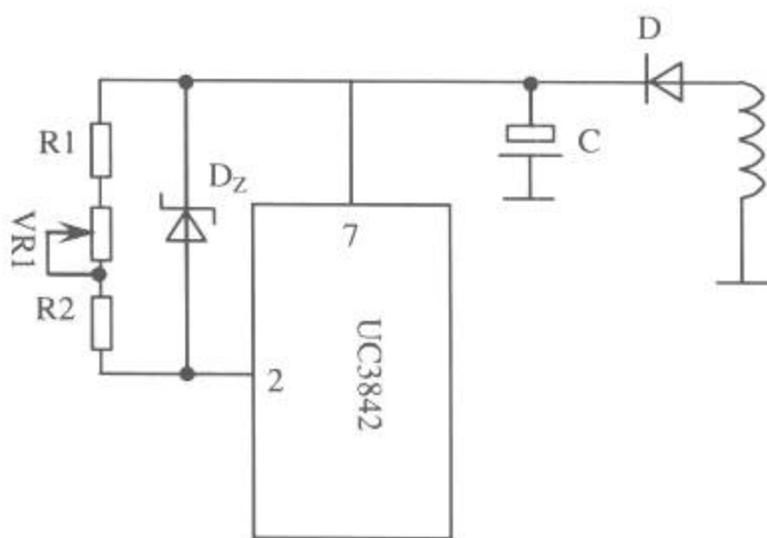

图 4-16 限压型保护电路原理图
① 限压型保护电路。限压型保护电路多采用间接取样，也就是利用反馈绕组的感应电压。限压型保护电路原理图如图4-16所示。